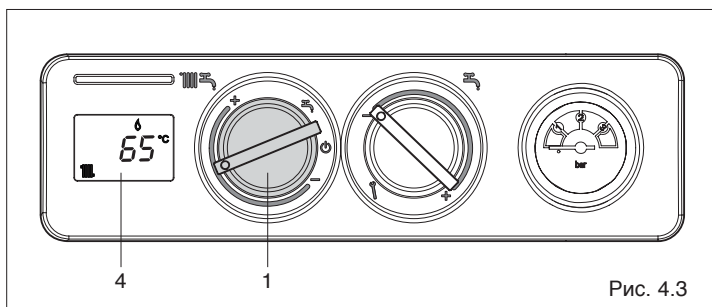

Рис. 4.3
- **Регулирование температуры котла:** Для регулировки температуры воды в контуре отопления поворачивайте переключатель режимов работы (1, Рис. 4.3) внутри зоны, обозначенной знаками + и -. При повороте переключателя на цифровом дисплее (4, Рис. 4.3) будет отображаться заданная температура. Для того чтобы изменить заданную температуру, вращайте переключатель до тех пор, пока на дисплее не отобразится нужное вам значение. Через несколько секунд после того как вы отпустите переключатель, на дисплее начнёт отображаться текущая температура в котле.